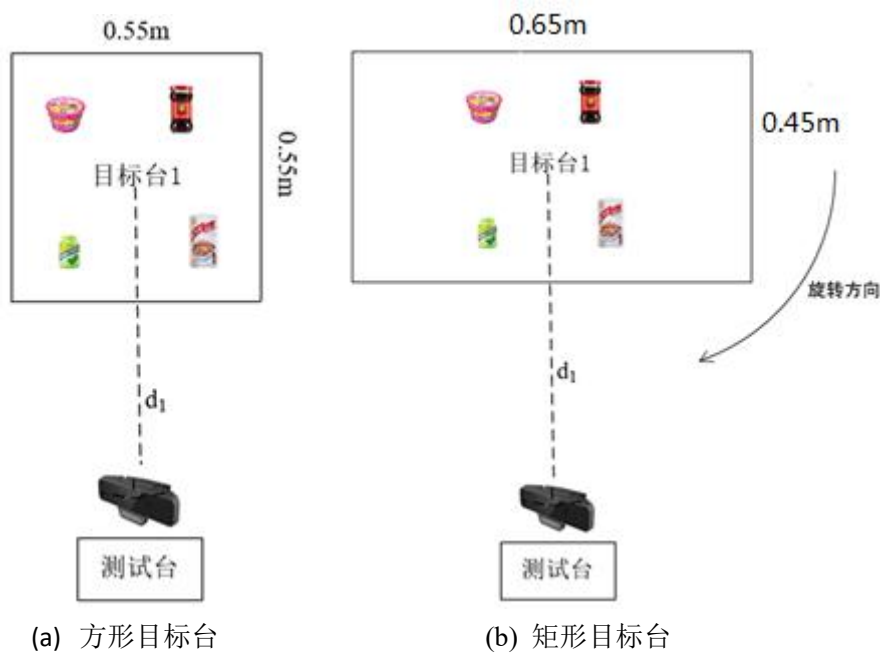

图 8 目标台实物布局示意图
- (7) 比赛场地包括测试台和目标台，均由大赛组委会提供，布局情况如图 8 所示，目标台分两种情况，用于静态测试的方形目标台，以及用于动态测试的矩形目标台。在图 8 中，方形目标台相对测试台静止，但其边角朝向任意；矩形目标台按顺时针方向旋转。